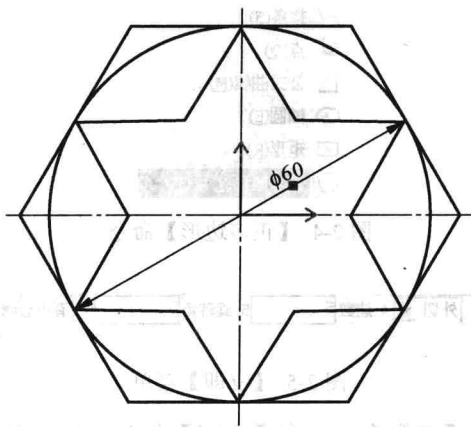

图 2-10 例题
2. 按 1:1 绘制图形, 如图 2-10 所示 (不标尺寸)。